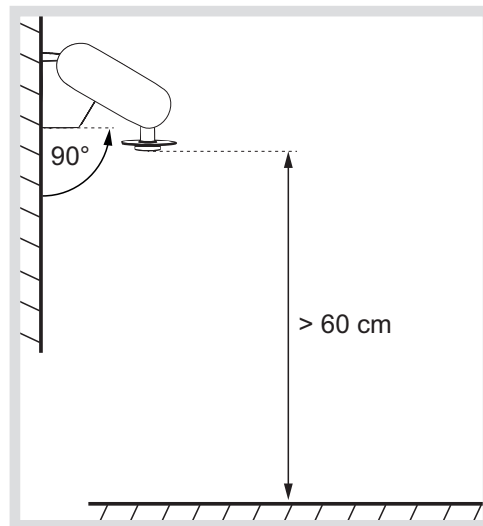
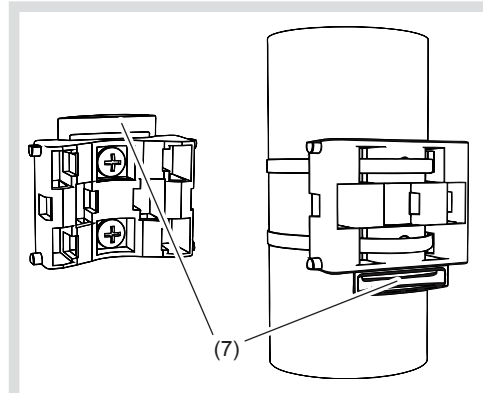

Bild 2
Bild 5: vägg- (till vänster)/mastmontering (till höger)
- Montering på en vertikal vägg (bild 2) eller en mast (bild 5, till höger)
- vid väggmontering ska den platta sidan ligga mot väggen och det halvmåneformade balklivet (7) peka uppåt (bild 5, till vänster).
- vid mastmontering ska den böjda sidan ligga mot masten och det halvmåneformade balklivet (7) peka nedåt (bild 5, till höger).